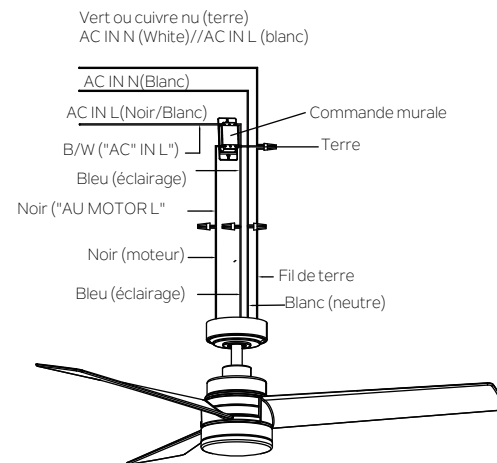

Fig. 12
Étape 2. Connectez le fil BLEU du ventilateur au fil BLEU marqué "FOR LIGHT (POUR LA LUMIÈRE)" de la commande murale (Fig.12).
Étape 3. Connectez le fil BLANC du ventilateur au fil BLANC neutre du domicile (Fig. 12)
Étape 4. Connectez les fils rayés NOIRS et BLANCS marqués "AC IN L" de la commande murale au fil d'alimentation NOIR/BLANC du domicile (Fig. 12).
Étape 5. Connectez les fils de TERRE (VERTS) depuis le support de montage et la boule de suspension et la commande murale au fil de TERRE (VERT) ou NU (CUIVRE) du domicile (Fig. 12)